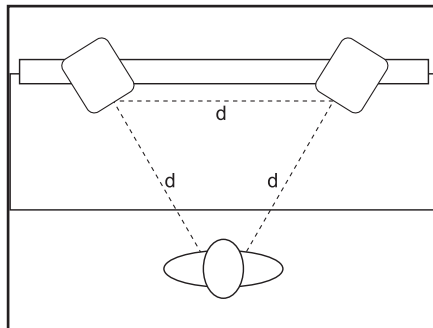

Figura 3
- *Configuración del campo cercano* – En una sala de control, los monitores se suelen colocar sobre el medidor de nivel o en una posición de escucha del campo cercano. La ubicación inicial empieza por medir un simple triángulo equilátero (los tres lados son iguales) con el vértice en el centro de la posición de escucha como “overlay” para la instalación de estéreo. En esta configuración, los monitores izquierdo y derecho se colocan en un ángulo de  $60^\circ$ , equidistantes de la posición de escucha. (Figura 3)